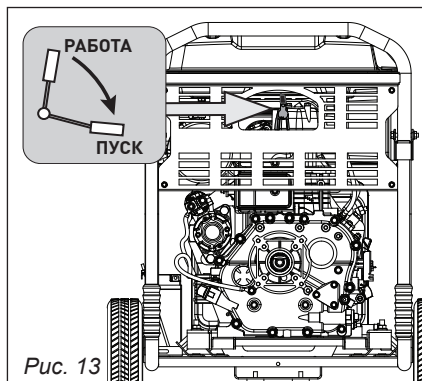

Рис. 13
- Переведите рычаг декомпрессора в положение «ПУСК» (рис. 13).